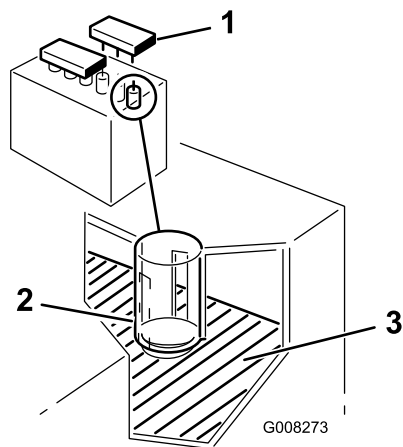

Figura 34
2. Togliete i tappi di riempimento. Se l'elettrolito non raggiunge la parte inferiore del tubo (Figura 34), aggiungete la quantità necessaria di acqua distillata; vedere Aggiunta di acqua alla batteria.
2. Togliete i tappi di riempimento (Figura 34).
3. Versate lentamente dell'acqua distillata in ogni elemento della batteria, finché non raggiunge la parte inferiore del tubo (Figura 34).